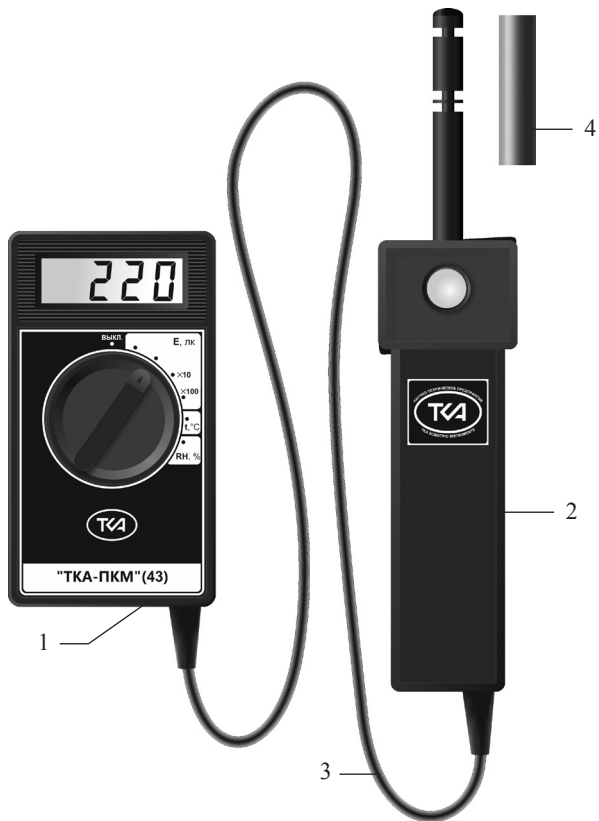

Рис.1 – Внешний вид прибора “ТКА-ПКМ”(43)
5.1 Конструктивно прибор выполнен в виде двух функциональных блоков: блока обработки сигналов (далее по тексту – БОС) (1, Рис.1) и измерительной головки с зондом (2, Рис.1), соединённых между собой кабелем связи (3, Рис.1).
7.6 Для измерения климатических параметров снимите с зонда защитный колпачок (4, Рис.1). Поместите прибор в зону измерений. Считайте, после установления показаний, с дисплея